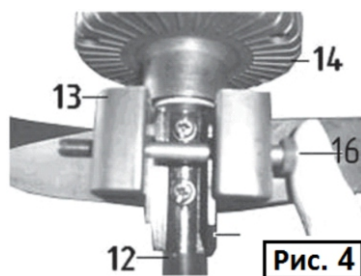

Рис. 4
### 7.2. Установка защитного кожуха (Рис.4)
7.3.1. Вставьте нижнюю штангу (12) в муфту (10) на Рис. 4 верхней штанге (9).